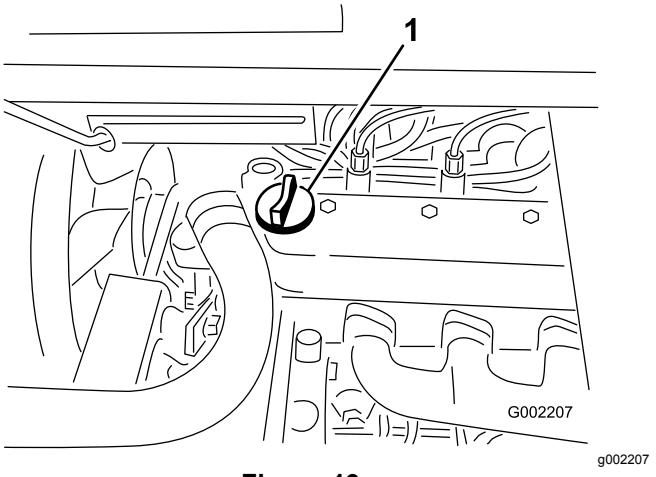

Figure 19
4. Si le niveau d'huile est bas, retirez le bouchon de remplissage du couvre-culasse (Figure 19) et ajoutez la quantité d'huile nécessaire pour amener le niveau au repère maximum sur la jauge. Reportez-vous à Contrôle du niveau et vidange de l'huile moteur \(page 41\), pour connaître le type d'huile et la viscosité qui conviennent.